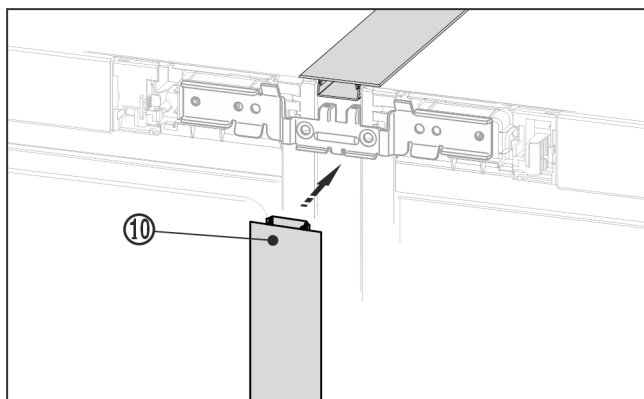

Fig. 23
- Na prednej strane zatlačte do vertikálnej medzery dlhú kryciu lištu Fig. 23 (10). Dbajte na to, aby lišta spočívala na spojovacom plechu.